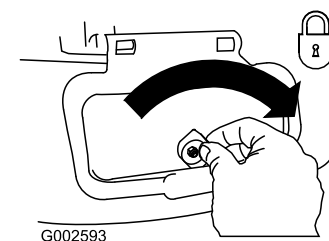

Figure 27
**Important:** Verrouillez le volet d'éjection latérale après l'avoir fermé (Figure 27).